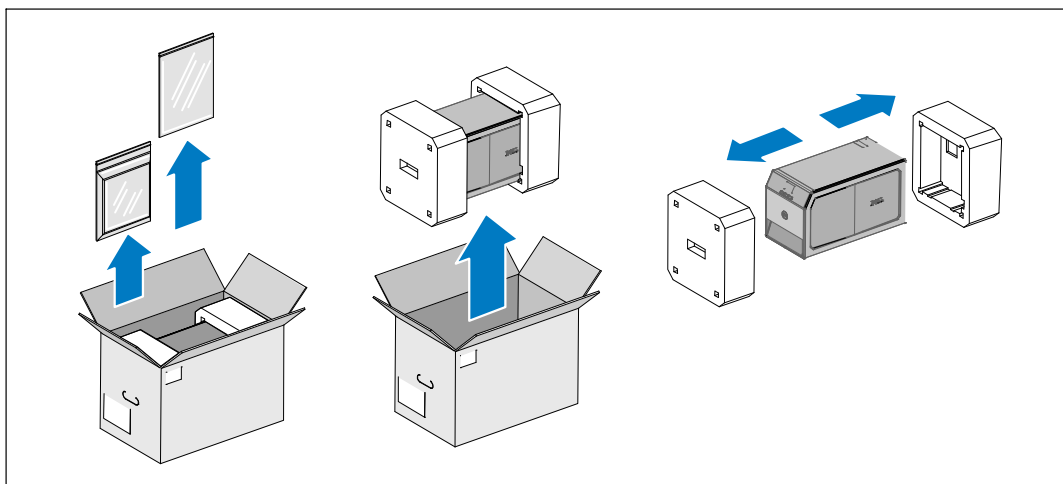

図 2. システムの開梱
- 1 システムを開梱し、各品目をご確認ください（図2を参照）。